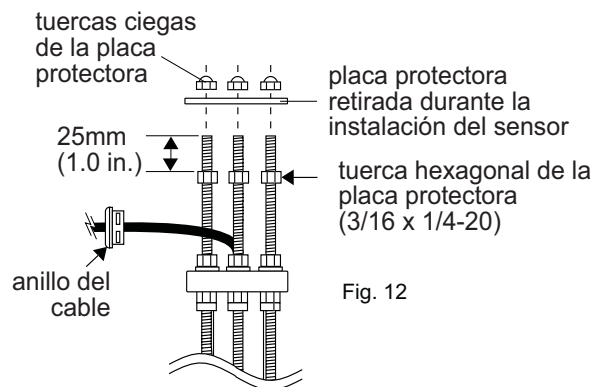

Fig. 12
F. Roscar las tuercas hexagonales de la placa protectora en cada una de las tres varillas roscadas. Ajustar cada tuerca hexagonal a una altura aproximada de 25 mm (1 pulgada) de la parte superior de cada varilla. Retirar el anillo del cable plástico negro (parte superior del sensor) con un destornillador. Deslizar el anillo hacia arriba y separarlo del sensor (fig. 12).